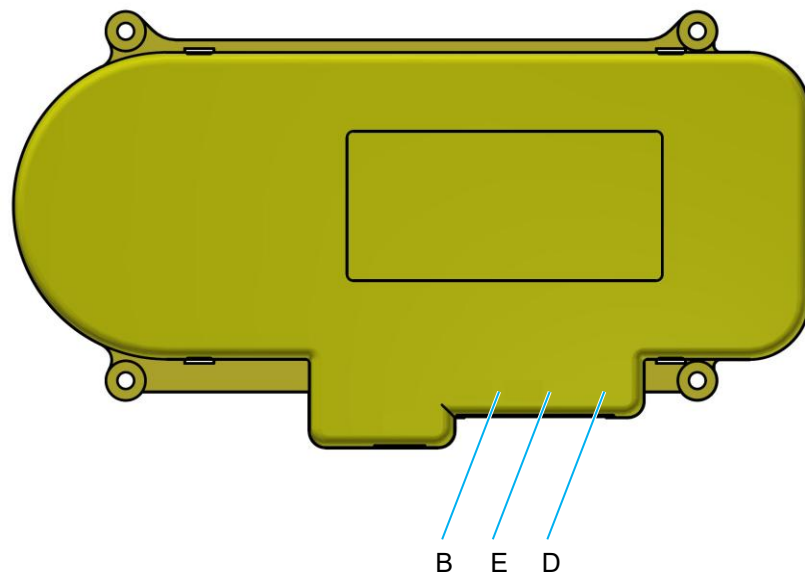

Abbildung 12: Display und Verbindungen
- Frontblech in unmittelbarer Nähe des Geräts absetzen, um die drei Verbindungen an der Rückseite des Displays zu trennen, siehe Abbildung 12.
Das Frontblech anschließend vorsichtig aus den Halterungen des Rahmens abheben. **Dabei auf die angeschlossenen Kabel des Displays achten, um diese nicht zu belasten.** Das Frontblech nahe am Gerät absetzen, um die drei Verbindungen von der Rückseite des Displays zu trennen, siehe Abbildung 12.